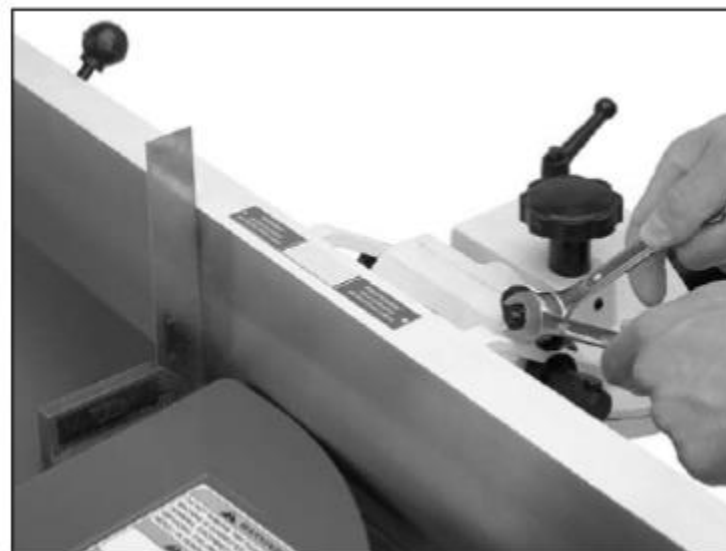

Рис. 27. Регулировка параллельного упора на угол 90°
2. С помощью угольника на 90° отрегулировать параллельный упор в положение под углом 90° , рис. 27, упорным болтом и контргайкой.